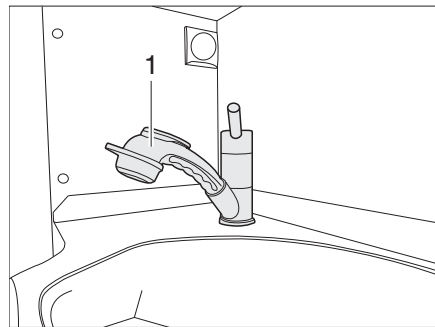

Fig. 129 Pomme de douche
- Extraire la pomme de douche (Figure 129, 1) et la laisser s'écouler.
- ▷ Pour se doucher, utiliser la pomme de douche (Figure 129,1). Pour cela, sortir la pomme de douche.